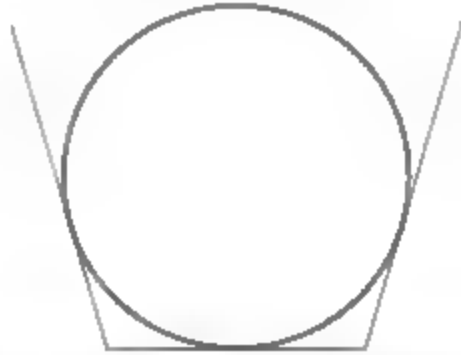

图3-51 指定切点绘制圆
- 相切、相切、相切 (A)：通过选择3条切线来绘制圆，如图3-51所示。